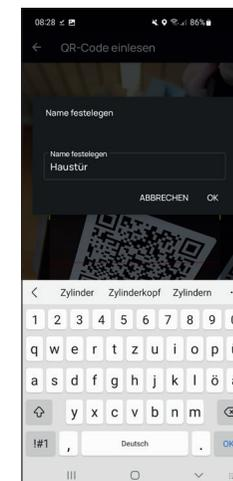

Abb. 6
⑦ In dem darauffolgenden Fenster werden Sie nach einem Namen für das Motorschloss gefragt. Bei der Verwendung mehrerer Schlösser und secuENTRY-Komponenten ist es zu empfehlen, das Motorschloss so zu benennen, dass Sie direkt erkennen können, worum es sich handelt und wo es sich befindet bzw. angebracht ist. Im Beispiel dieser Anleitung wird das Motorschloss mit „Haustür“ betitelt. Bestätigen Sie den Namen mit „OK“ (Abb. 6).